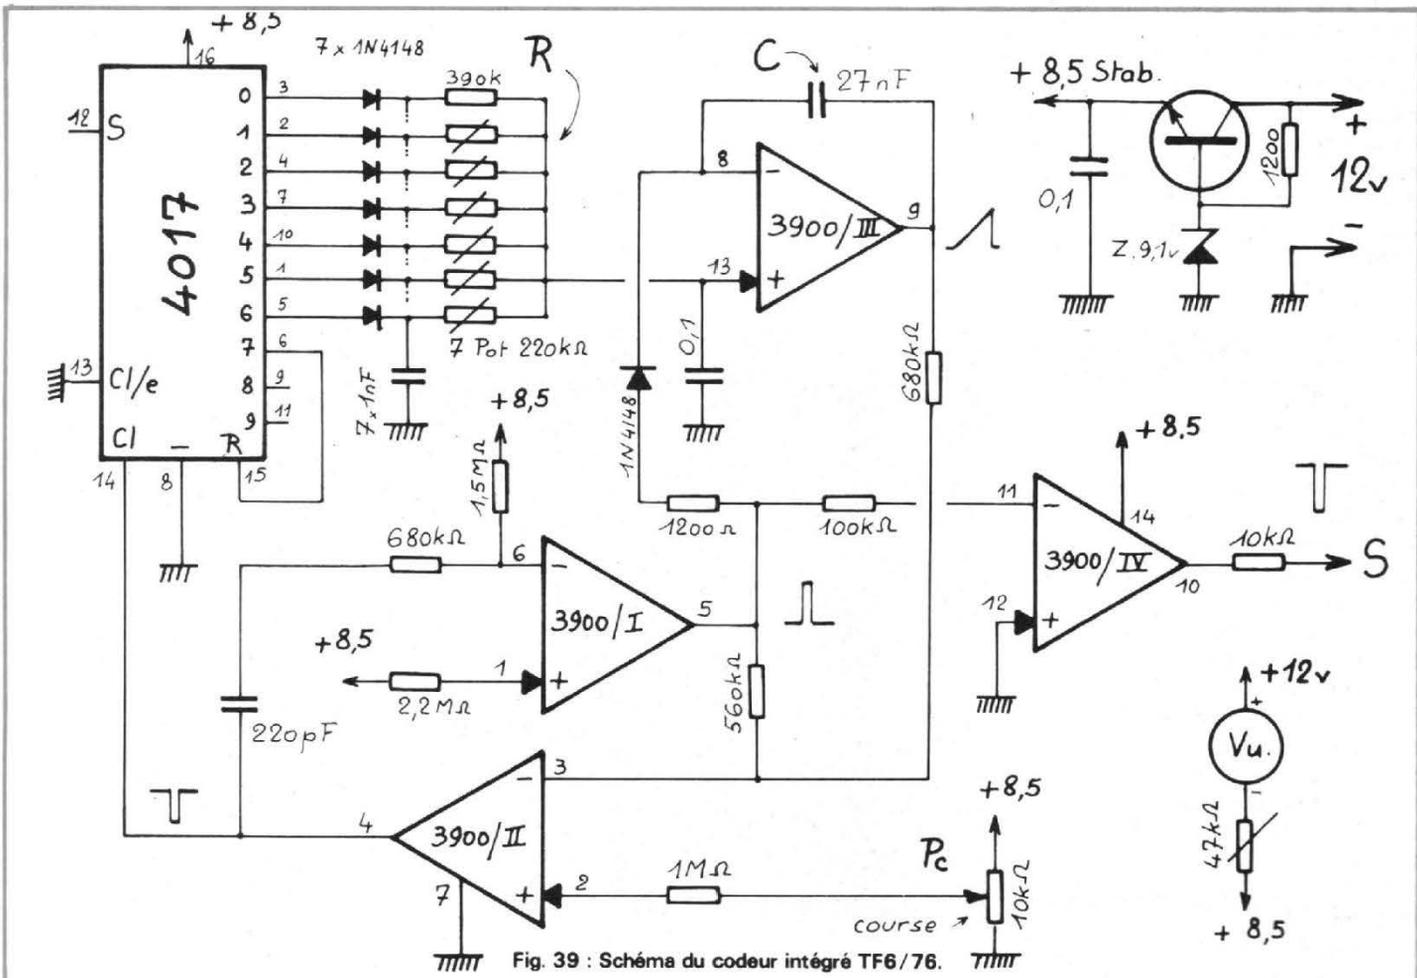

Fig. 39 : Schéma du codeur intégré TF6/76.
1. Examinons le schéma (voir figure 39)